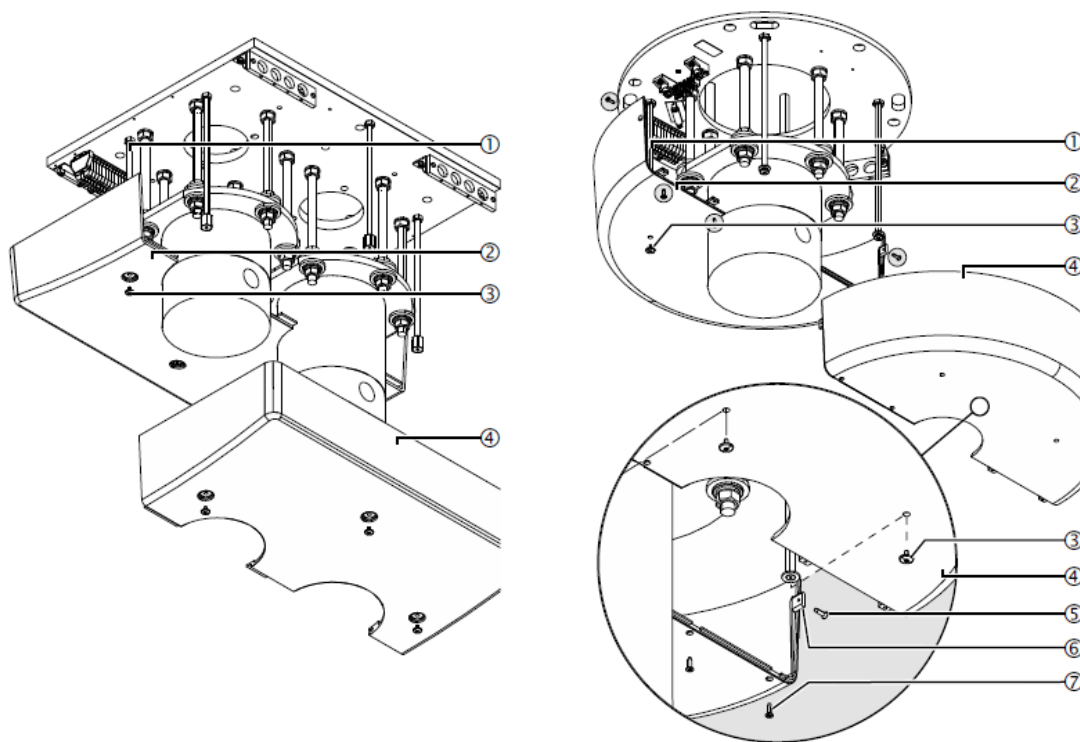

Fig. 50 Assemblage des moitiés de garniture
- Placez la bande sectionnelle (non représentée sur la figure) sur la première moitié de la garniture (2) comme indiqué sur la figure 50 (en option, l'avant peut être scellé avec de la silicone).
- Montez la première moitié de la garniture (2) sur les boulons filetés M10 x 360 mm (1), puis vissez et serrez les vis du couvercle (3).
- Vérifiez que la moitié de la garniture (2) est au même niveau que le faux plafond. Si nécessaire, remettez en place les 6 boulons filetés M10 x 360 mm (1).
- Placez le rail de section (non illustré) sur la deuxième moitié du capot (4) et poussez-le sur la première moitié de la garniture (2) de manière à ce qu'ils s'emboîtent parfaitement.
- Montez la deuxième moitié de la garniture (4) sur les boulons filetés M10 x 360 mm (1), puis vissez et serrez les 3 vis de couverture (3).